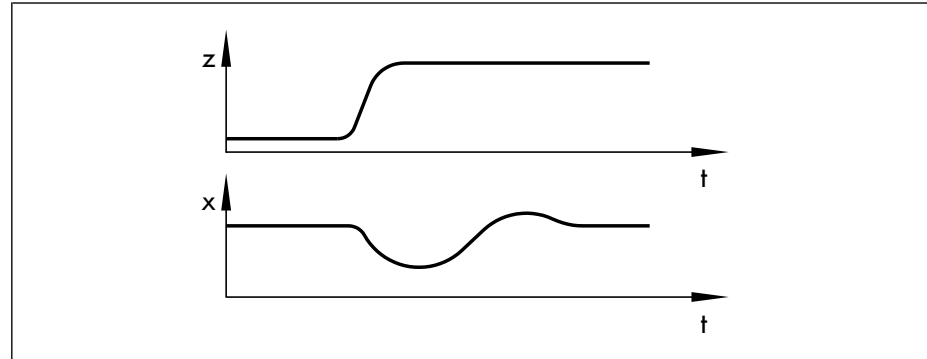

Bild 16: Störungsverhalten
- ▶ Ein gutes Störverhalten ist dadurch gekennzeichnet, dass der Regler beim Auftreten einer Störung den ursprünglichen Gleichgewichtszustand sehr schnell wiederherstellt (Bild 16).